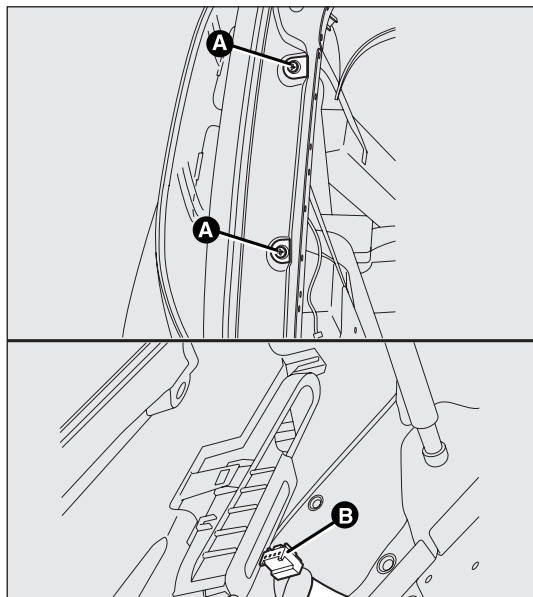

fig. 146
La disposition des ampoules du groupe optique fig. 146 est la suivante :
- dévisser les vis de fixation A-fig. 146 ;